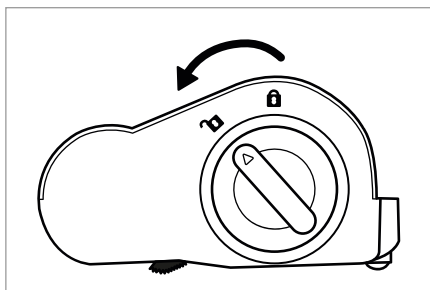

Fig. 26
- Nettoyez régulièrement le rouleau brosse ⑳ afin de garantir un fonctionnement conforme de l'appareil et d'éviter les pannes.
- 2) Déverrouillez le rouleau brosse ㉑ en faisant tourner le dispositif de déverrouillage du rouleau brosse ㉑ vers le symbole  (ouvrir) (voir fig. 26).